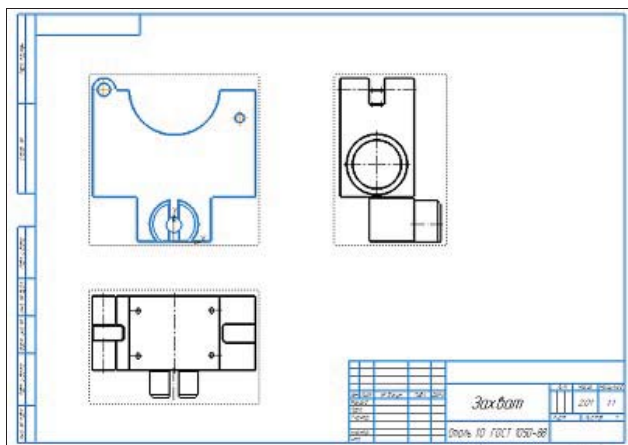

Рис. 24.4. Три стандартных вида модели Захват
- ♦ задайте точку привязки. Для этого укажите положение точки в графической области. Создание стандартных видов завершено (рис. 24.4). В графической области появилось изображение видов, а в **Дереве** чертежа — пиктограммы видов и их названия. Сохраните данный чертеж под именем **Захват**. Обратите внимание, что система автоматически поставила осевые линии отверстий.